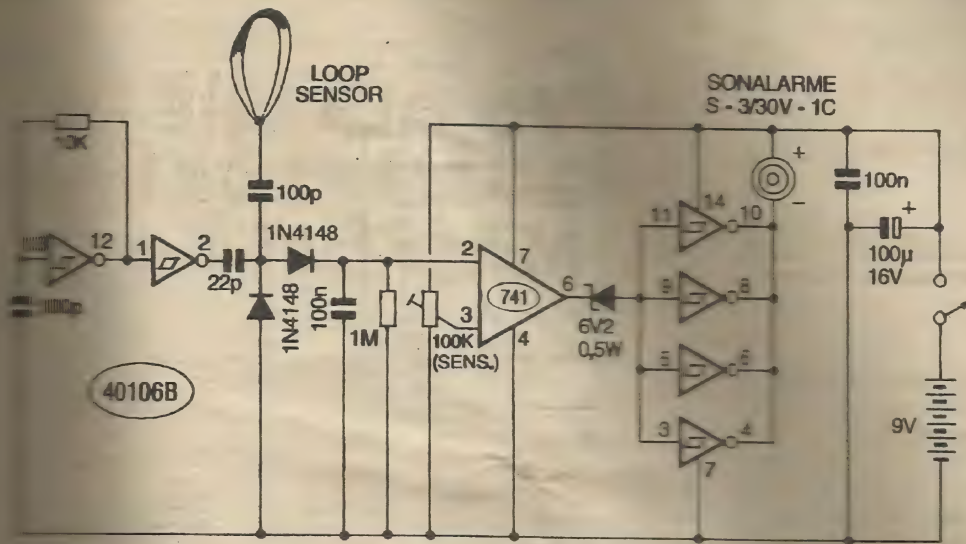

Fig. 1
- FIG. 1 - DIAGRAMA ESQUEMÁTICO DO CIRCUITO